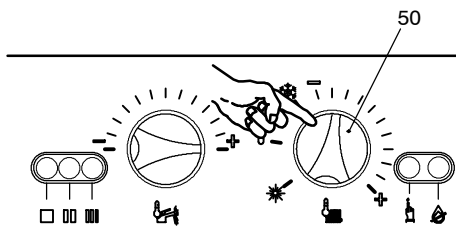

fig. 8.8
- 16 Assicurarsi che il selettore di funzione 50 sia ruotato come in fig. 8.8